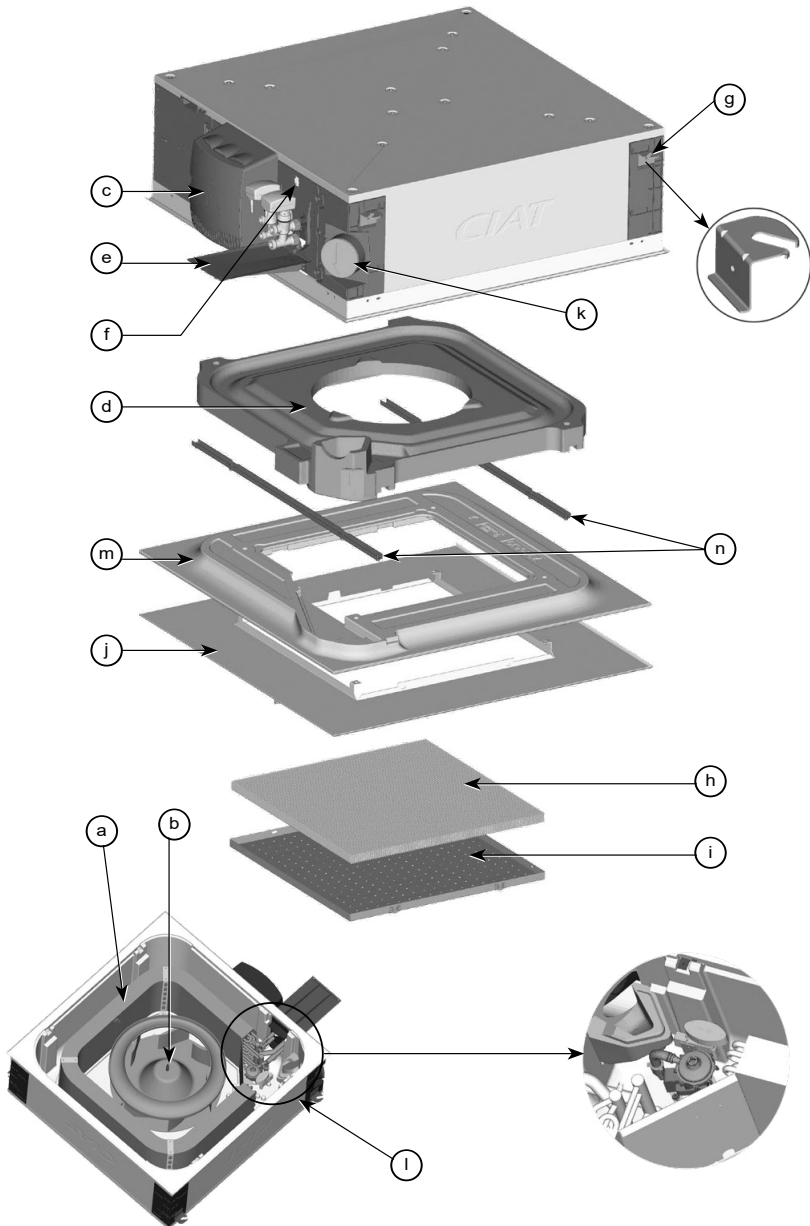

Fig. 2
3.1 - Targhetta segnaletica (Fig. 2)